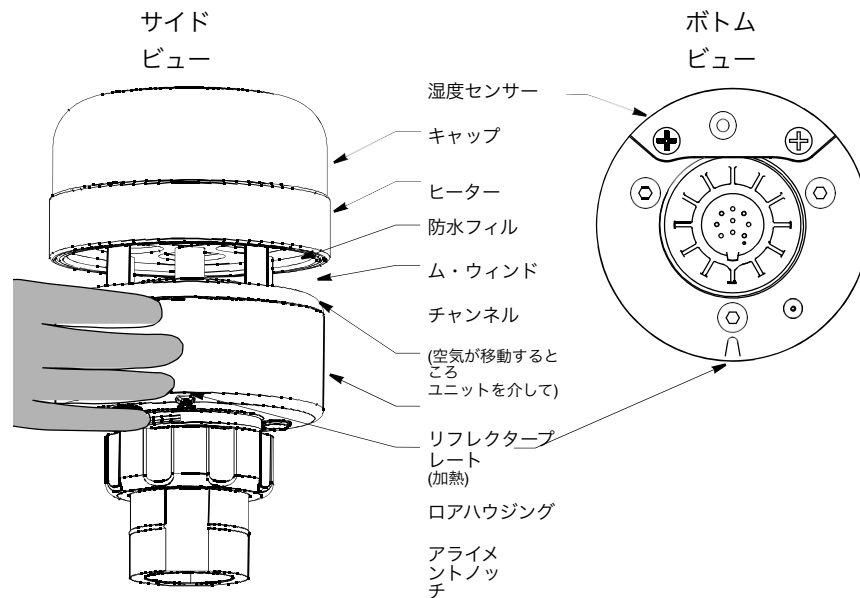

図3.ヒーター付きのWeatherStation機器 (図は120/220WXH)
取り付け (図3)
4. 風向きを正確に測定するためには、アライメントノッチの向きを正しく調整してください。リフレクタープレートの下にあるウェザーステーション機器の下部ハウジングをつかみ、適切な位置に保持します（図3）。